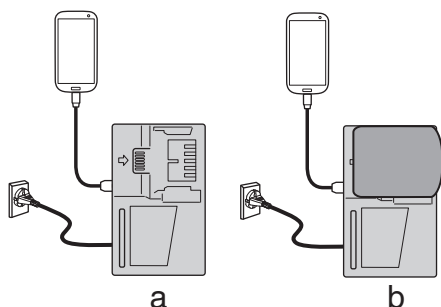

Fig. 3
- Cargar un dispositivo USB desde una toma de corriente eléctrica (Fig. 3-a)
- Cargar un dispositivo USB y su batería desde una toma de corriente eléctrica (Fig. 3-b)